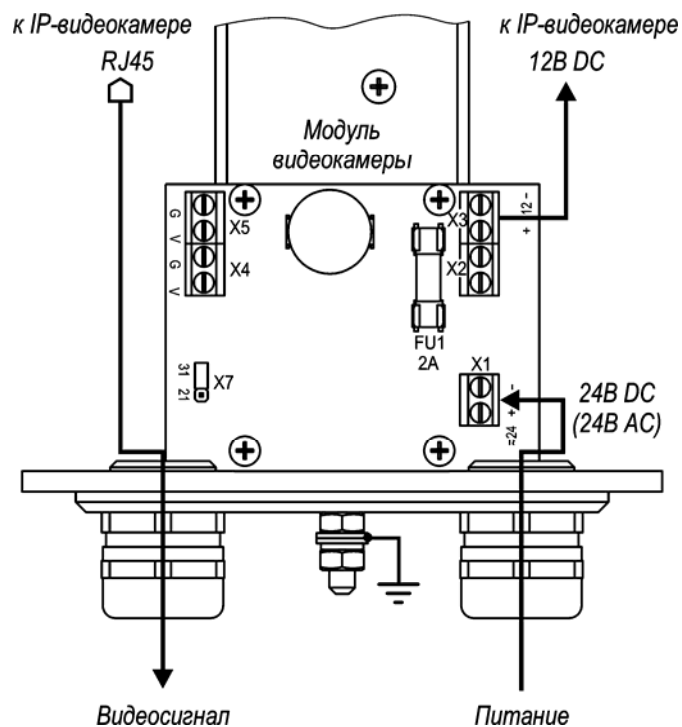

Рис.2 Схема подключения IP-видеокамеры
4. При необходимости изменить мощность обогрева, выкрутить 6 винтов крепления задней крышки гермобокса, выдвинуть модуль видеокамеры из кожуха и установить джампер X7 в нужное положение (рис.2). Установить модуль видеокамеры обратно в кожух. Закрутить 6 винтов крепления задней крышки с усилием $5 \pm 0,5 \text{ Нм}$.
Предприятием изготовителем джампер Х7 установлен в положение «31» - мощность обогрева 31 Вт, для изменения мощности на 21 Вт джампер Х7 необходимо переставить в положение «21» (см. рис.2).